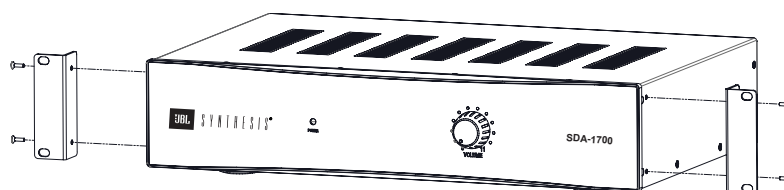

Figura 4
- Si corresponde o la instalación lo requiere, engancha los soportes de montaje en bastidor a cada lado de la parte delantera del amplificador utilizando los tornillos suministrados. Consulta la Figura 4.